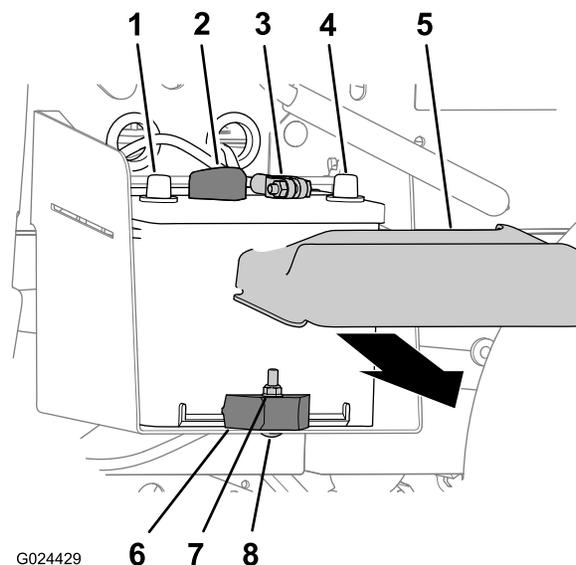

図 49
- バッテリーカバーを両側からを押すようにしてバッテリー上部からカバーを外す (図 49)。
- バッテリーのマイナス端子からマイナス-ケーブルを外す (図 49)。
- バッテリーのプラス端子からプラスケーブルを外す (図 49)。
- バッテリーをバッテリートレイに固定しているロックナット、キャリッジボルト、バッテリークランプを外す (図 49)。
- バッテリートレイからバッテリーを取り出す (図 49)。
1. バッテリートレイにバッテリー載せる 図 49。
注 バッテリーのプラス端子とマイナス端子が 図 49 のように整列するように取り付けること。
2. バッテリークランプ、キャリッジボルト、ロックナットを使って、バッテリーをバッテリートレイに固定する 図 49。
1. バッテリーのプラス+ケーブルをバッテリーのプラス端子に接続する 図 49。
2. バッテリーのマイナス-ケーブルをバッテリーのマイナス端子に接続する 図 49。
3. バッテリー上部に、バッテリーカバーを取り付ける 図 49。